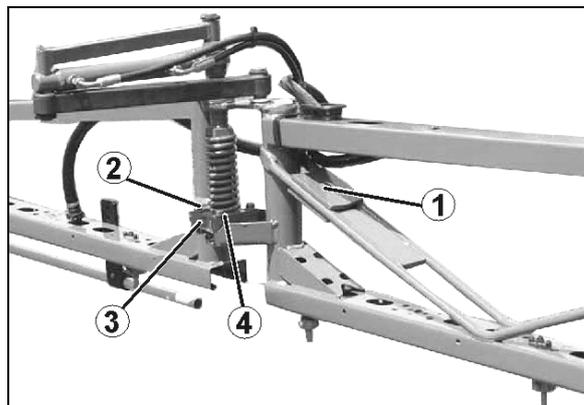

Fig. 157
Si ce n'est pas le cas, **déverrouillez** l'amortissement tri-directionnel, puis alignez la rampe dépliée en utilisant des contre-poids (Fig. 157/1) Fixez les contre-poids sur les bras en fonction des besoins.
1. Desserrez les vis (Fig. 157/2) de l'éclisse de fixation (Fig. 157/3) La mise en ligne s'opère directement sur les pièces plastiques (Fig. 157/4) en utilisant les trous oblongs des éclisses de fixation.
3. Serrez les vis (Fig. 157/2).